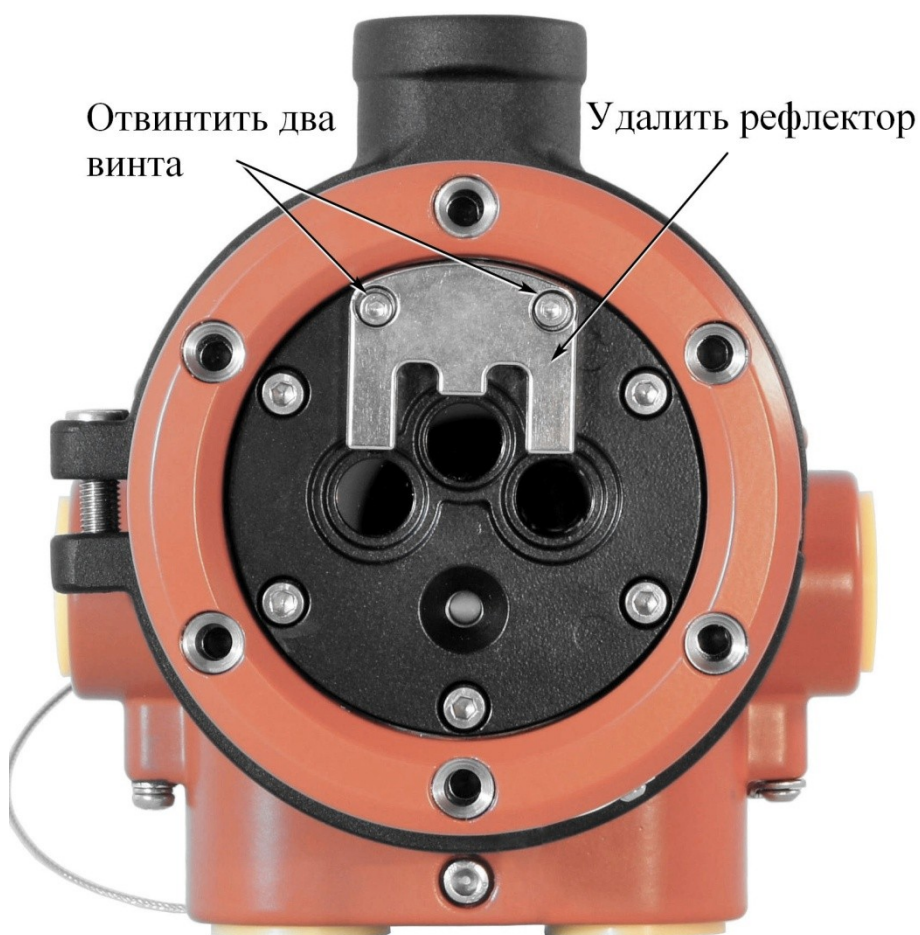

Рисунок 19 - Снятие рефлектора ОН.
1. Отвинтите два винта, затем, удерживая рефлектор, снимите его с извещателя (см. рис. 19).